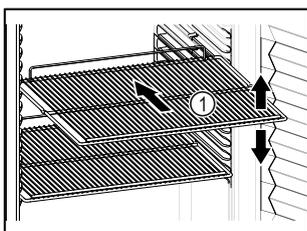

Fig. 61 Príklad zobrazenia
- ❑ Ak sa dajú odkladacie rošty Fig. 61 (1) premiestniť, prispôbte výšku.